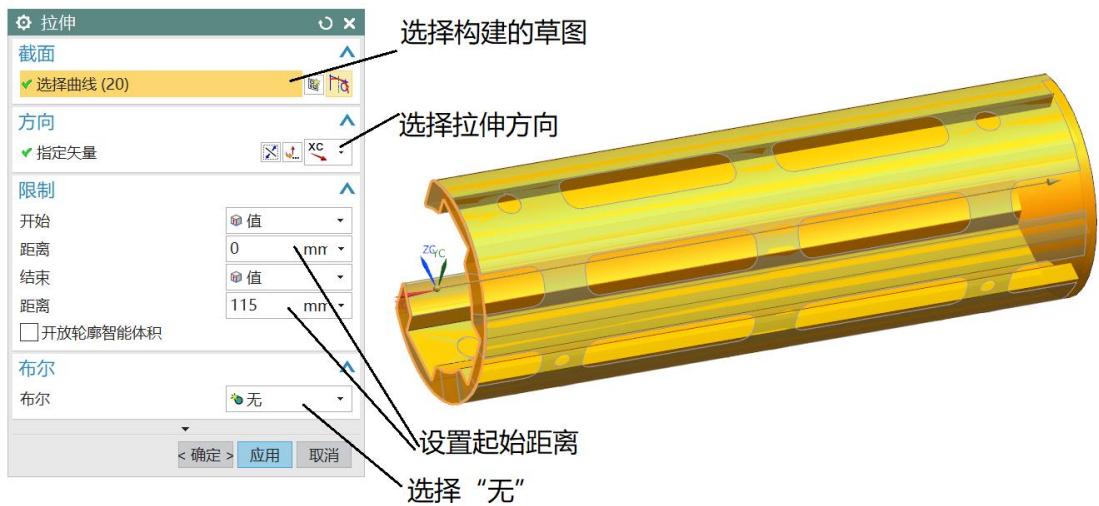

图 1-19 拉伸设置
拉伸设置如图 1-19 所示
(3) 加工坐标系的建立，四轴加工坐标系的建立和工件跟三轴编程是一样，毛坯的选择不能选择包容块，而是要选择图 1-19 所创建的